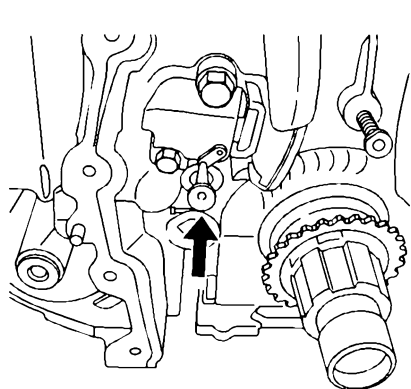

图 17-10 取出 T 字形零件
12) 按照图 17-10 所示, 把固定正时链条张紧器滑轨的 T 字形零件取下, 使正时链条重